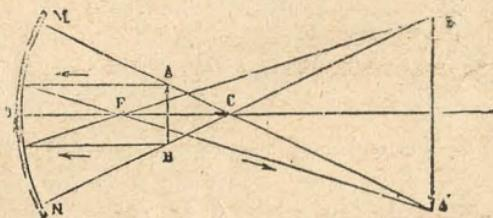

Fig. 122.—Imagen real formada por un espejo cóncavo
2.o *Que los objetos colocados entre el centro de curvatura y el foco principal dan una imagen real, invertida, mayor que el objeto, y colocada más allá del centro (fig. 122).*